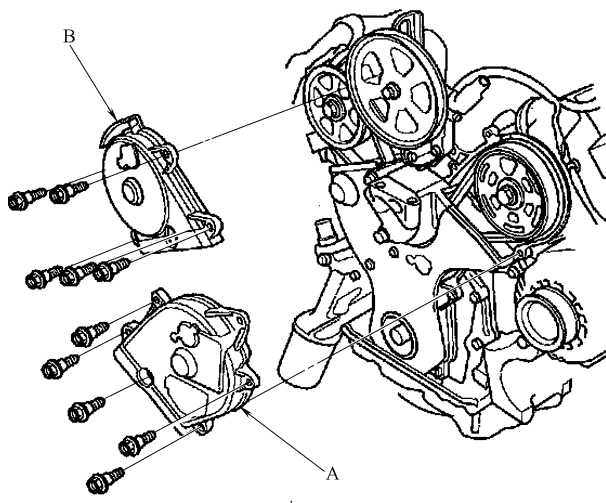

图 23-51 正时带前部上盖 A 和后部上盖 B
- 10) 如图 23-51 所示, 拆卸正时带前部上盖 A 和后部上盖 B。